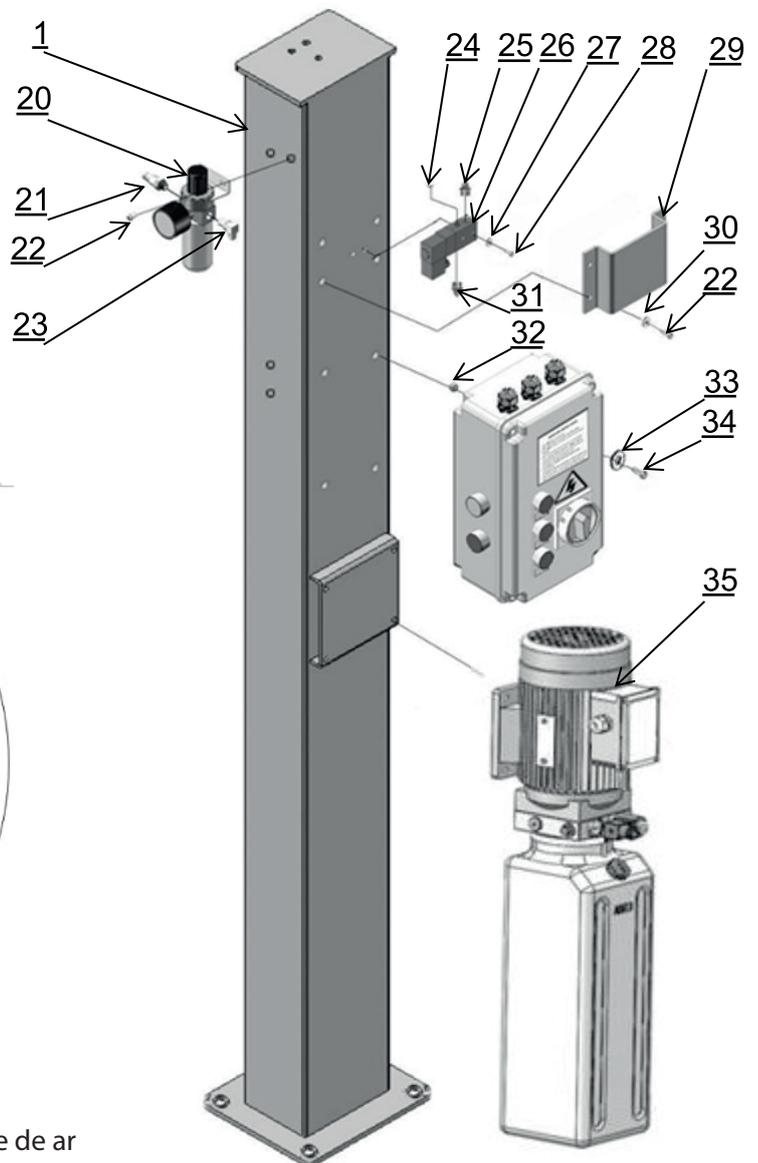

Fig.23
1. Para o elevador de quatro colunas de comando eléctrico a ar (Ver fig. 23).